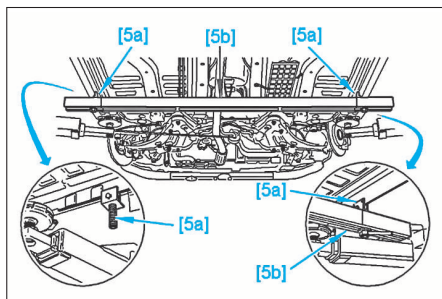

FIG. 8
- A l'aide de l'outil [5] ou équivalent, positionner les pinces [5a] sur le bas de caisse du véhicule de chaque côté (Fig.8).